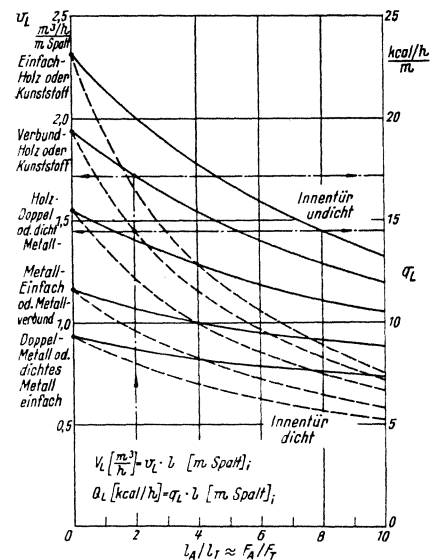
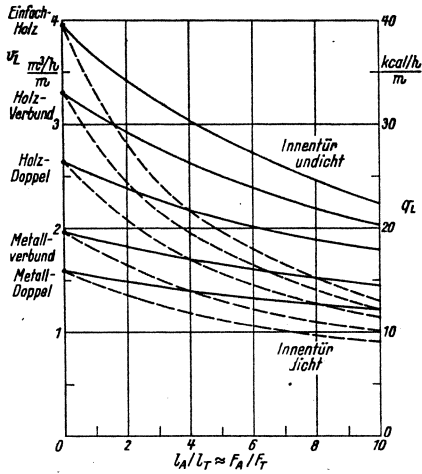
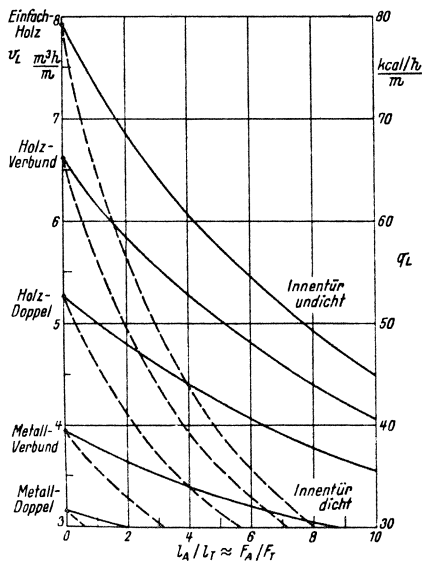

Bild 1: Zahlenwerte für den Lufteinfall — normale Gegend, geschützte Lage (4 m/s)
Bild 2: Zahlenwerte für den Luftfall — normale Gegend, freie Lage (6 m/s) oder windstark geschützt
Bild 4: Zahlenwerte für den Luftfall — windstarke Gegend, außergewöhnlich freie Lage (10 m/s)
Die Zahlenwerte für den Luftfall ergeben sich aus Tafel 2 und können aus dem Diagramm auf Bild 1 direkt abgelesen werden. Die weiteren Diagramme (Bild 2 bis Bild 4) ergeben sich aus den verschiedenen Windlagen. Während das Diagramm auf Bild 1 für normale, geschützte Lage (4 m/s Windgeschwindigkeit) bei Außenfenstern in einer Wandseite im Reihenhaus gilt und der Wärmebedarf sich aus der Temperaturdifferenz von 32°C ergibt, gelten für die anderen Fälle folgende Zuschläge:
- Soll ein Eckfenster in einem sehr frei gelegenen Einzelhaus in einer windstarken Gegend berechnet werden, so erhöhen sich diese Beträge bei 32 grd Temperaturgefälle zwischen Außen- und Raumluft um den Faktor $1,2 \cdot 1,4 \cdot 3,4 = 5,7$. Diese Werte sind auch auf Bild 4 direkt ablesbar.